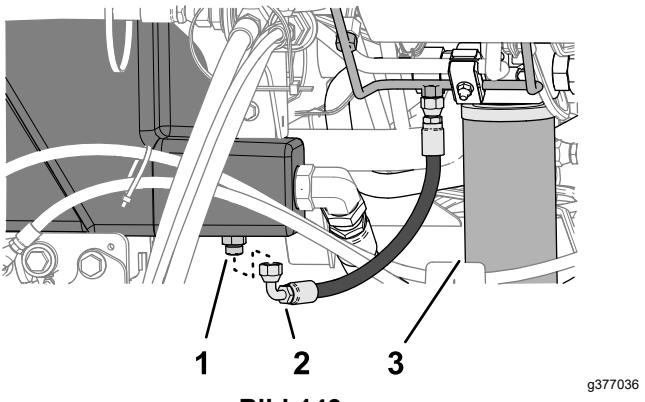

Bild 143
2. Stellen Sie eine große Auffangwanne unter das gerade Anschlussstück (Bild 143) des Hydraulikölbehälters, siehe Prüfen des Hydraulikölstands \(Seite 80\).